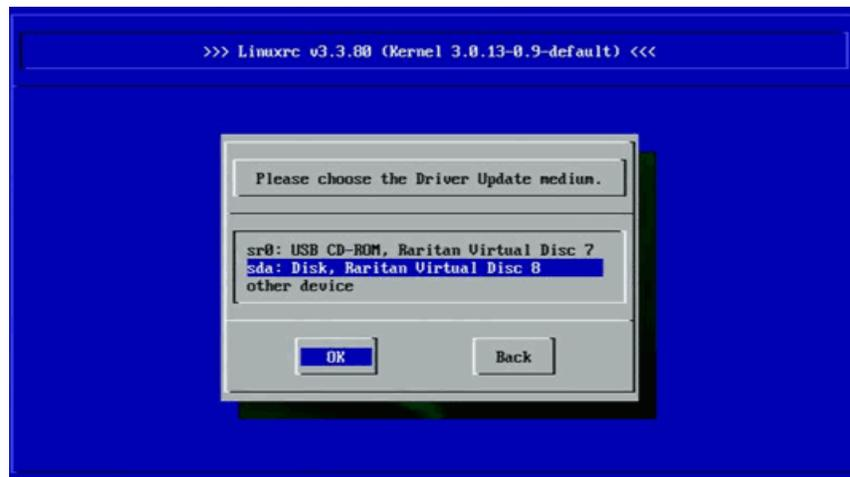
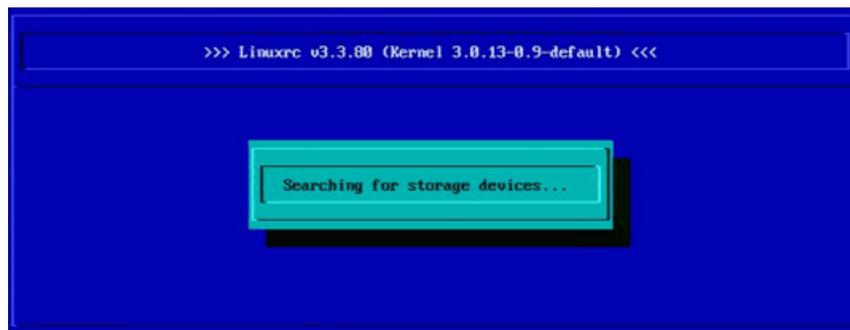

Abbildung 14-15. Auswählen des Datenträgers zur Treiberaktualisierung
Abbildung 14-16. Laden des Treibers
2. Befolgen Sie die Anweisungen, um den Datenträger zur Treiberaktualisierung (Abbildung 14-15) auszuwählen und die Treiber (Abbildung 14-16) zu laden.